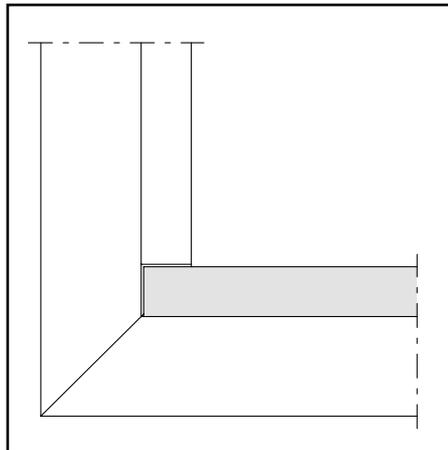

Abb. 5 / Fig. 5 / Fig. 5
(Abb. 5/6)**
Damit die Glasleisten im Brandfall dilatieren können, müssen sie auf Untermass zugeschnitten werden. Die horizontalen Glasleisten (Abb. 5) werden durchgeführt, die vertikalen Glasleisten (Abb. 6) dazwischengesetzt.
**Coupe des parcloses (Fig. 5/6)**
Afin de permettre la dilatation des parcloses en cas d'incendie, il faut les couper à une dimension inférieure à la coté prescrite. Les parcloses horizontales (fig. 5) sont posées en continu, les parcloses verticales (fig. 6) sont intercalées.
**Cutting glazing beads to size (fig. 5/6)**
The glazing beads must be cut to a dimension smaller than specified to allow for expansion in the event of fire. The horizontal glazing beads (fig. 5) are laid in a continuous strip, the vertical ones are positioned between them (fig. 6).